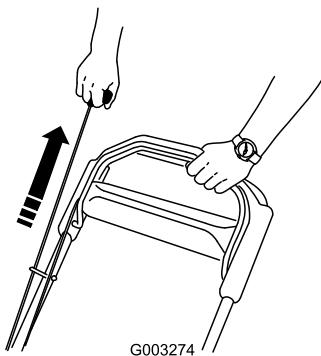

Рисунок 17
2. Поверните ключ зажигания (только для моделей с электрическим запуском) (Рисунок 16) или потяните подпружиненную пусковую рукоятку (Рисунок 17).